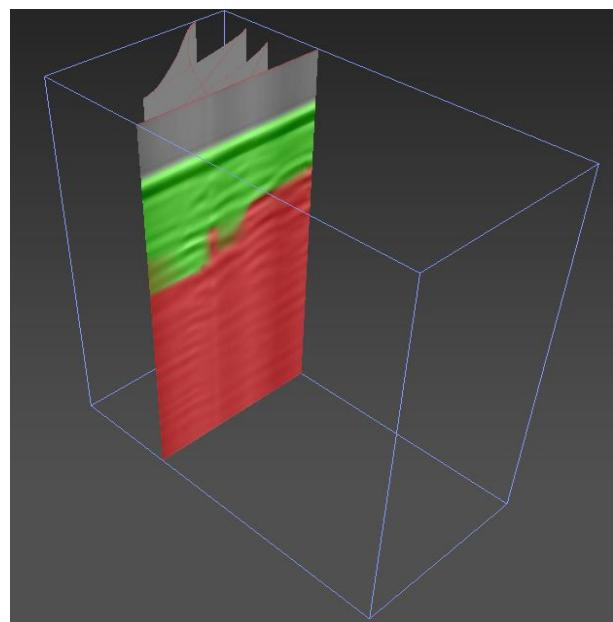

Рис. 4.23 - Вертикальный срез (3-B)
- вертикальный срез, направленный с запада на восток, строит секущую плоскость, перпендикулярную направлению север-юг (Рис. 4.23).